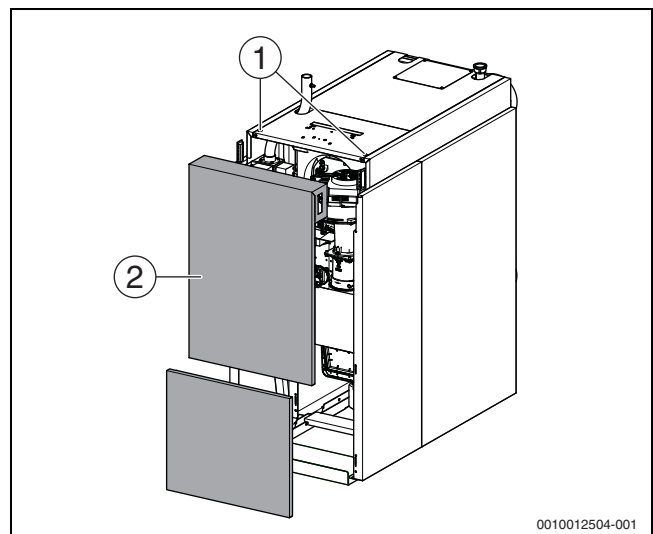

Рис. 36 Демонтаж передней стенки
- ▶ Поверните стопорные винты (→рис. 36, [1]) на верхней стороне котла подходящим инструментом против часовой стрелки и разблокируйте переднюю стенку котла.
- ▶ Наклоните переднюю стенку котла (→рис. 36, [2]) вперед и поднимите вверх из нижней направляющей.